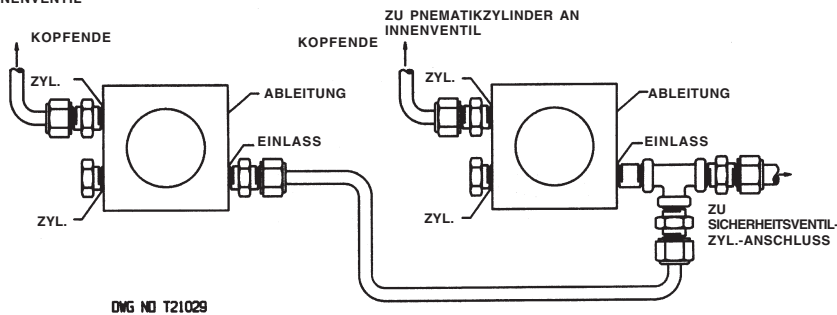

Abbildung 17
3. für die Leitungsverlegung bei den BETRIEBSVENTILEN siehe Abbildung 17.